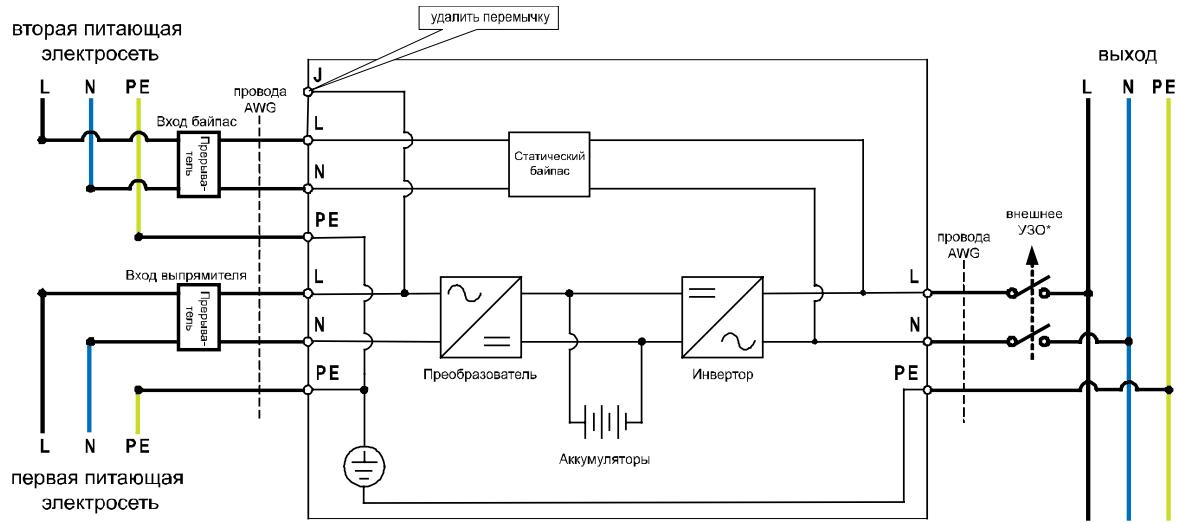
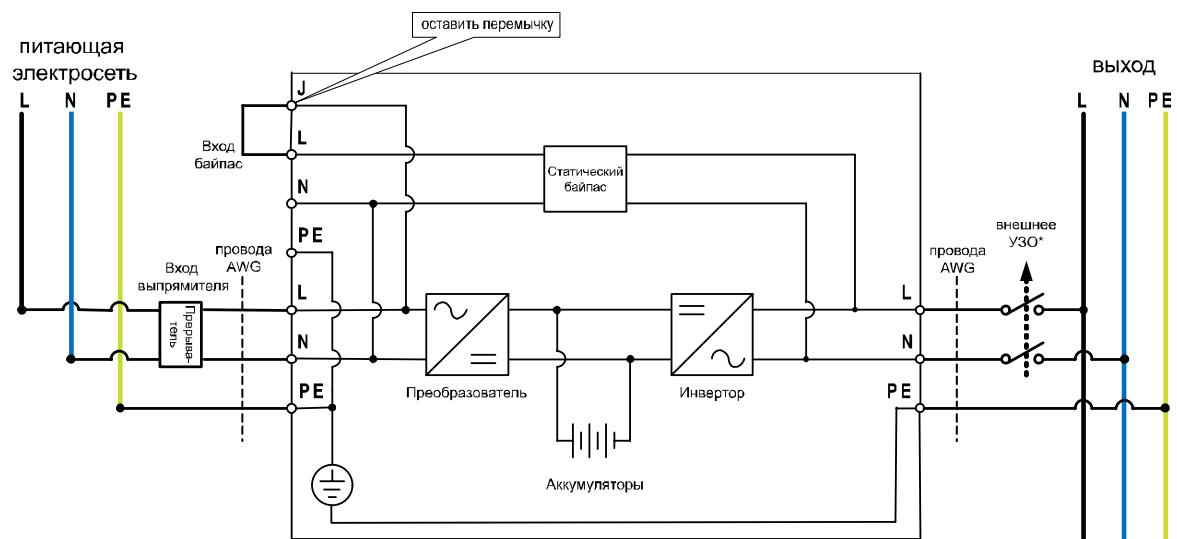
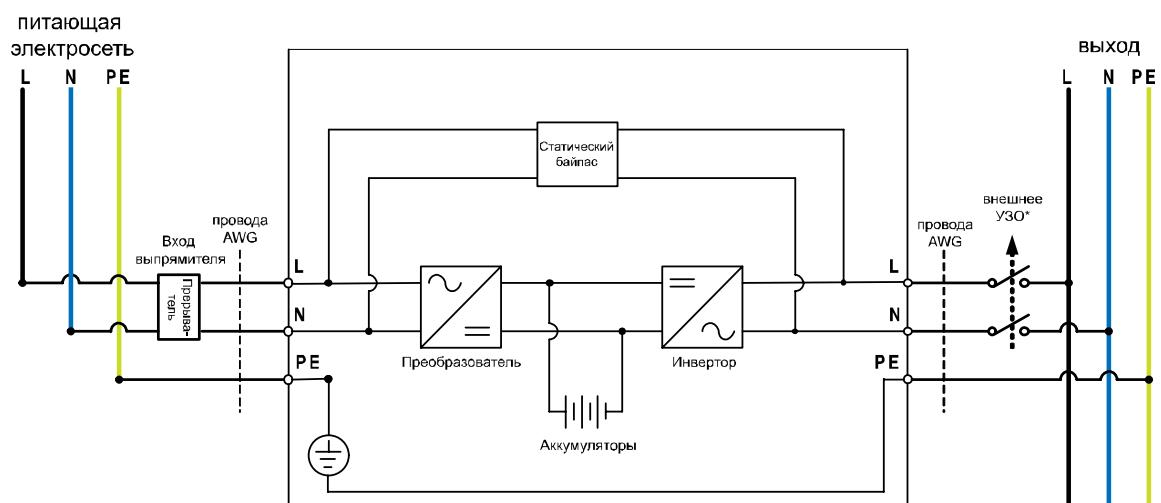

Рис. 2 Схема подключения ИБП с двумя входами на две электросети
Рис. 3 Схема подключения ИБП с двумя входами на одну электросеть
Рис. 4 Схема подключения ИБП с одним входом к электросети
- Рекомендованные схемы подключения приведены на рисунках 2, 3 и 4. ИБП выпускаются в двух модификациях – с одним и с двумя входами. Для модели с двумя входами (основной вход выпрямителя и дополнительный байпасный вход) на рис. 2 приведена схема подключения к двум электросетям, на рис. 3 к одной электросети и на рис.4 подключение модели с одним входом (основной вход выпрямителя). Дополнительный байпасный вход является опциональным и служит для подключения второй линии подстанции электросети переменного тока.